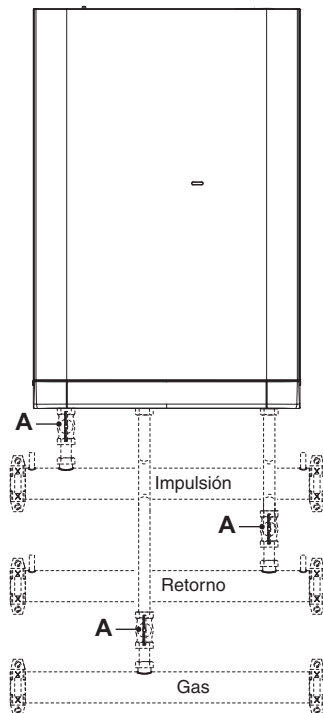

Fig. 2.1
- Las llaves de corte (A - Fig. 2.1), incluidas en la instalación deben estar abiertas